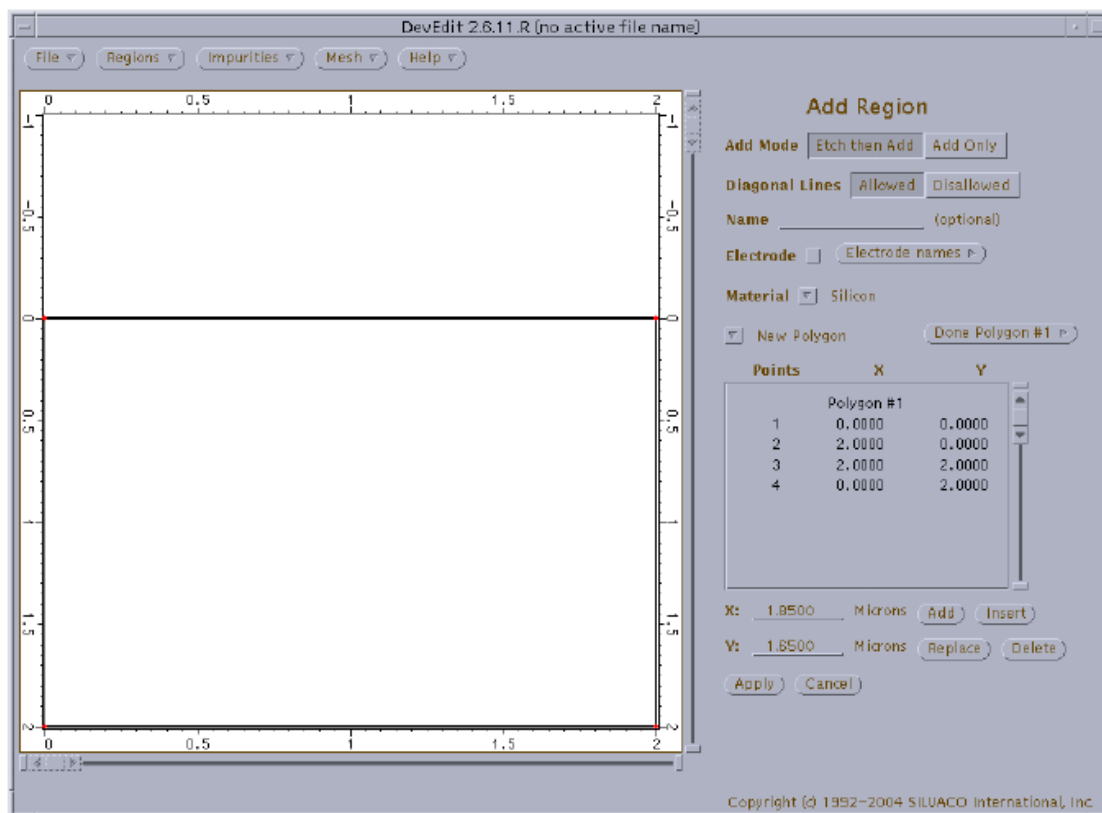

图 6.4 区域绘画
- 4.现在应该可以看到一个三角形的三边.稍后将自动增加第四边(参见图 6.4).